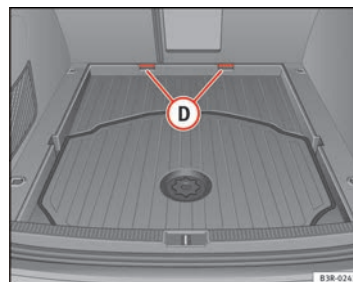

Fig. 123 Superficie de carga ampliada ▶
- Extraiga la superficie de carga de los soportes **(D)** ⇒ fig. 123 y tire de ella en dirección a la parte trasera del vehículo.